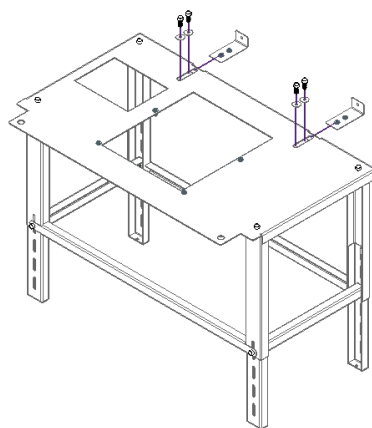

Figure 5 - Montage de la table auxiliaire
4. Placez les deux équerres à travers l'ouverture de la table et placez une vis et une rondelle dans chacun. Ne serez pas les vis à fond, juste assez pour permettre aux équerres de bouger, Figure 5.